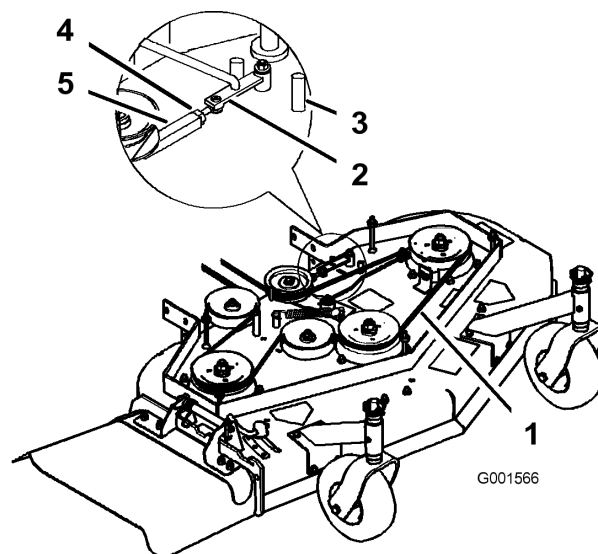

Figure 39
3. Desserrez le contre écrou sur le tendeur (Figure 39).
4. Tournez le tendeur vers l'arrière du plateau de coupe pour augmenter la tension sur la courroie. Tournez le tendeur vers l'avant du plateau de coupe pour réduire la tension sur la courroie (Figure 39).